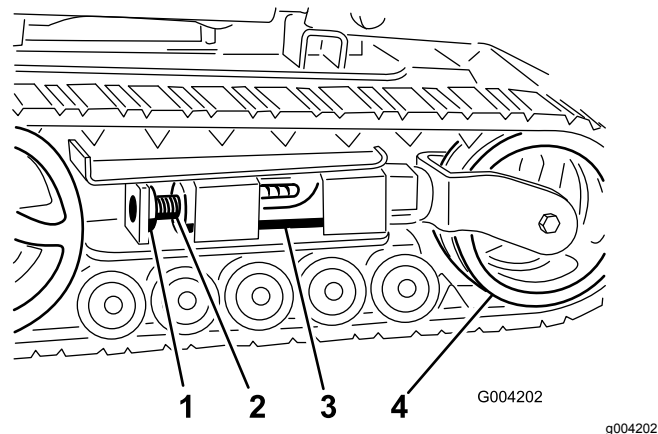
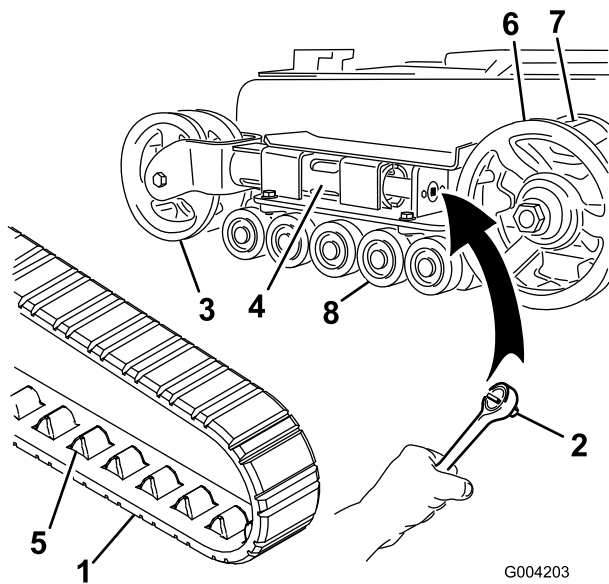
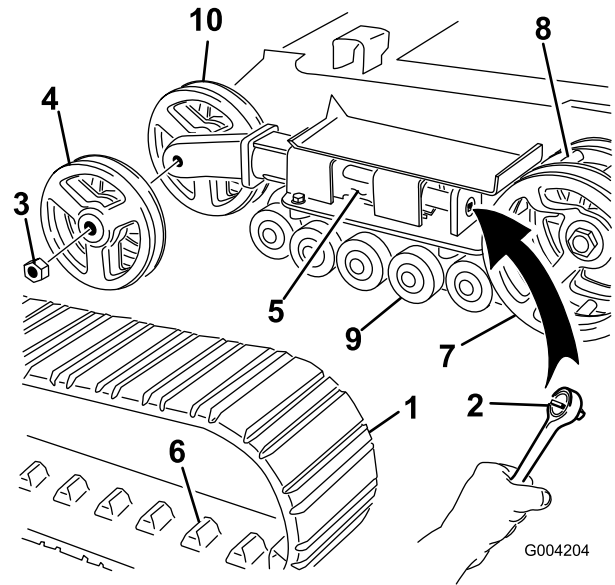

Figura 45
Figura 46
Figura 47
4. Togliete il bullone di bloccaggio e il dado (Figura 45).
6. Allineare l'intaglio più vicino della vite di tensione al foro del bullone di bloccaggio e fissare la vite con il bullone di bloccaggio e il dado (Figura 45).
Nota: Avete cingoli a larghezza ridotta se le ruote di tensione anteriori sono montate all'interno di una forcella all'estremità del tubo di tensione (Figura 46).
4. Togliere il bullone di bloccaggio e il dado (Figura 45).
5. Utilizzando un cricchetto di trasmissione da ½", rilasciate la tensione di trasmissione ruotando la vite di tensione in senso orario (Figura 45 e Figura 46).
6. Spingere la ruota di tensione verso il retro dell'unità in modo da spostare il tubo di tensione contro il telaio (Figura 46).
8. Quando il cingolo è staccato dalla ruota di tensione, rimuovetelo dai denti di trasmissione e dalle ruote non motrici (Figura 46).
9. Avvolgete il nuovo cingolo iniziando dalla ruota conduttrice e controllando che i denti del cingolo si alloggino tra i distanziali della ruota stessa (Figura 46).
10. Spingere il cingolo sotto e tra le ruote non motrici (Figura 46).
Nota: Avete cingoli a larghezza ridotta se le ruote di tensione anteriori sono montate sui lati dell'estremità del tubo di tensione (Figura 47).
5. Utilizzando un cricchetto di trasmissione da ½", rilasciate la tensione di trasmissione ruotando la vite di tensione in senso orario (Figura 45 e Figura 47).
6. Spingere la ruota di tensione verso il retro dell'unità in modo da spostare il tubo di tensione contro il telaio (Figura 47).
7. Togliere il dado di fissaggio della ruota di tensione esterna e rimuovere la ruota (Figura 47).
8. Togliere il cingolo (Figura 47).
9. Togliere il dado di fissaggio della ruota di tensione interna e rimuovere la ruota (Figura 47).
13. Montare la ruota di tensione interna e fissarla con il dado tolto in precedenza (Figura 47).
15. Montare il nuovo cingolo, accertandosi che gli attacchi del cingolo si inseriscano tra i denti al centro della ruota conduttrice (Figura 47).
16. Montare la ruota di tensione esterna e fissarla con il dado tolto in precedenza (Figura 47).
6. Collocare il tappo ingrassato della ruota non motrice sulla testa del bullone (Figura 46).
7. Fissare il tappo della ruota con l'anello elastico (Figura 46).